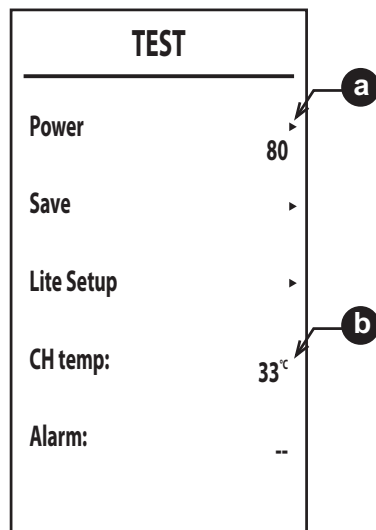

рис. 37
- Используя кнопки отопления, просмотрите первые 3 позиции (Power, Save, Lite Setup - рис. 37) и нажмите кнопку , чтобы подтвердить свой выбор.